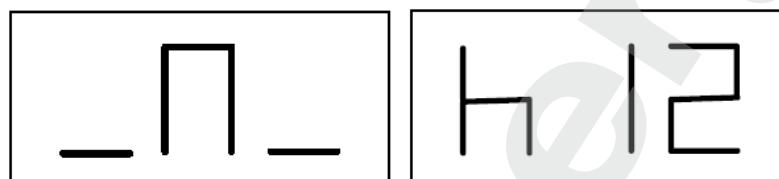

Рис. 5.3 - Сообщение "Клапан (ниппель) в положении 12 часов
7. В конце цикла, будет отображаться сообщение, как на рис. 5.3. Возможны два варианта: